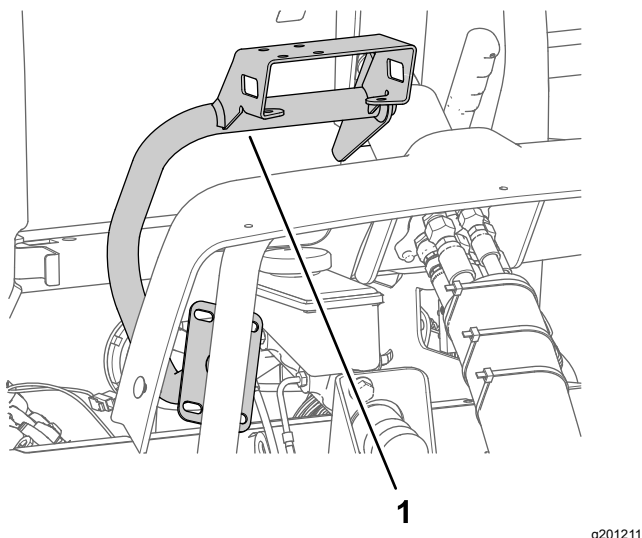

Figura 160
1. Alinhe a montagem do monitor na máquina como se mostra na **Figura 160**.